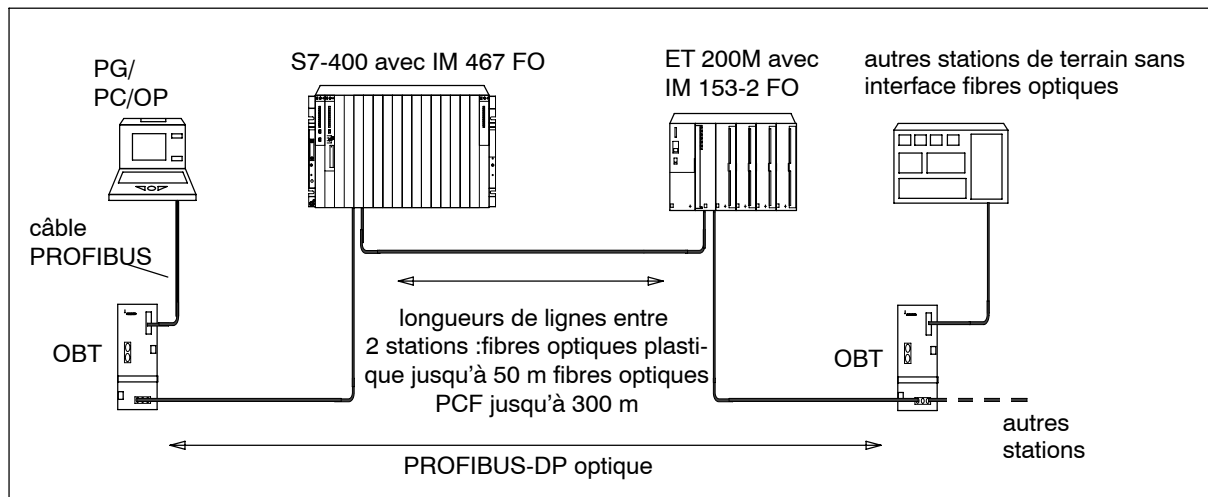

Figure 5-13 Réseau Optique PROFIBUS-DP avec stations dotées d'une interface fibres optiques intégrée
Un PROFIBUS Optical Bus Terminal (OBT) (6GK1 500-3AA00) permet de raccorder au Réseau Optique PROFIBUS-DP une station PROFIBUS non dotée d'une interface fibres optiques intégrée (exemple : consoles de programmation (PG) ou stations de conduite et de supervision (OP), voir figure 5-13).